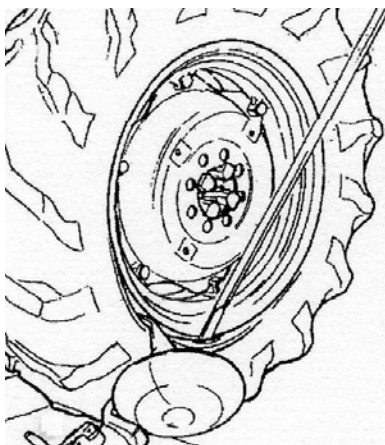

Рисунок 22
8.5.5 Вставьте монтажную лопатку (Рисунок 22) между ободом и бортом справа от крюка монтажного инструмента.